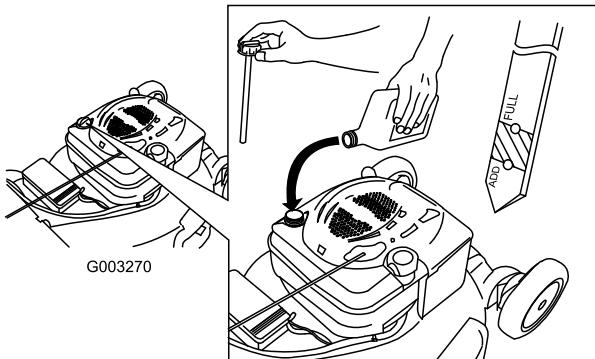

Bild 6
- Entfernen Sie den Peilstab (Bild 6) und füllen Sie Öl in den Einfüllstutzen bis ca. 3/4 des Füllvolumens des Kurbelgehäuses ein.
5. Nehmen Sie den Peilstab heraus und lesen Sie den Ölstand am Peilstab ab, siehe Bild 6.
- Füllen Sie bei einem zu niedrigen Ölstand langsam etwas Öl in den Öleinfüllstutzen: Wiederholen Sie die Schritte 3 bis 5, bis der Ölstand richtig ist, wie in Bild 6 dargestellt.